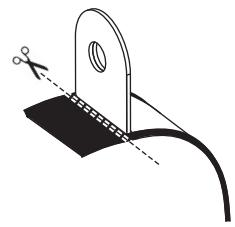

FIG. 6
7. ①テールパイプRに、③サイレンサーRを取り付けて下さい。
次に、⑤サイレンサーバンドに⑥サイレンサー用スペーサーラバーを取り付けて③サイレンサーRに通し、純正ボルト、純正ワッシャ、純正ナットを使用して車両の右側タンデムステッププラケットに仮締めして下さい。 (FIG. 6, 7 参照)